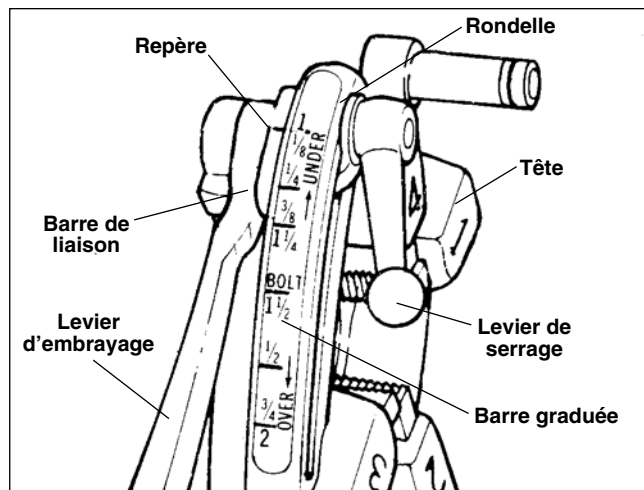

Figure 12 – Tête de filière universelle à ouverture rapide
5. Tête de filière à ouverture rapide N° 811A (Figure 12) – Tournez le levier d'embrayage jusqu'à la position CLOSED (fermée).
10. Tête de filière à ouverture rapide N° 811A (Figure 12) – Une fois le filetage terminé, relevez le levier d'embrayage à la position ouverte afin de ramener les filières.
NOTA ! La tête de filière universelle N° 811A (Figure 12) pour filetage à droite nécessite quatre jeux de filières pour le filetage des tuyaux de $\frac{1}{8}$ à 2 po de diamètre. Un jeu de filières spécial est nécessaire pour chacune des sections suivantes: ($\frac{1}{8}$ po), ($\frac{1}{4}$ à $\frac{3}{8}$ po), ($\frac{1}{2}$ à $\frac{3}{4}$) et (1 à 2 po). Il n'existe pas de filières de $\frac{1}{8}$ po pour pas à gauche. Le filetage des tiges nécessite un jeu de filières spécial pour chaque section de tige. Il n'existe pas de filières à tige filetée pour les têtes de filière à pas à gauche.
NOTA ! La tête de filière universelle à ouverture automatique N° 815A (Figure 12) pour filetage à droite nécessite quatre jeux de filières pour le filetage des tuyaux de $\frac{1}{8}$ à 2 po de diamètre. Un jeu de filières spécial est nécessaire pour chacune des sections suivantes: ($\frac{1}{8}$ po), ($\frac{1}{4}$ à $\frac{3}{8}$ po), ($\frac{1}{2}$ à $\frac{3}{4}$ po) et (1 à 2 po). Le filetage des tiges nécessite un jeu de filières spécial pour chaque section de tige.